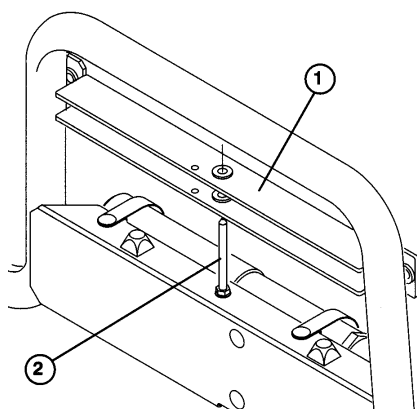

Figure 16
2. Fjern ladets sikkerhedsstiver fra opbevaringstappen ovenpå den bageste støttekanal på Workman-vognen (Fig. 16).